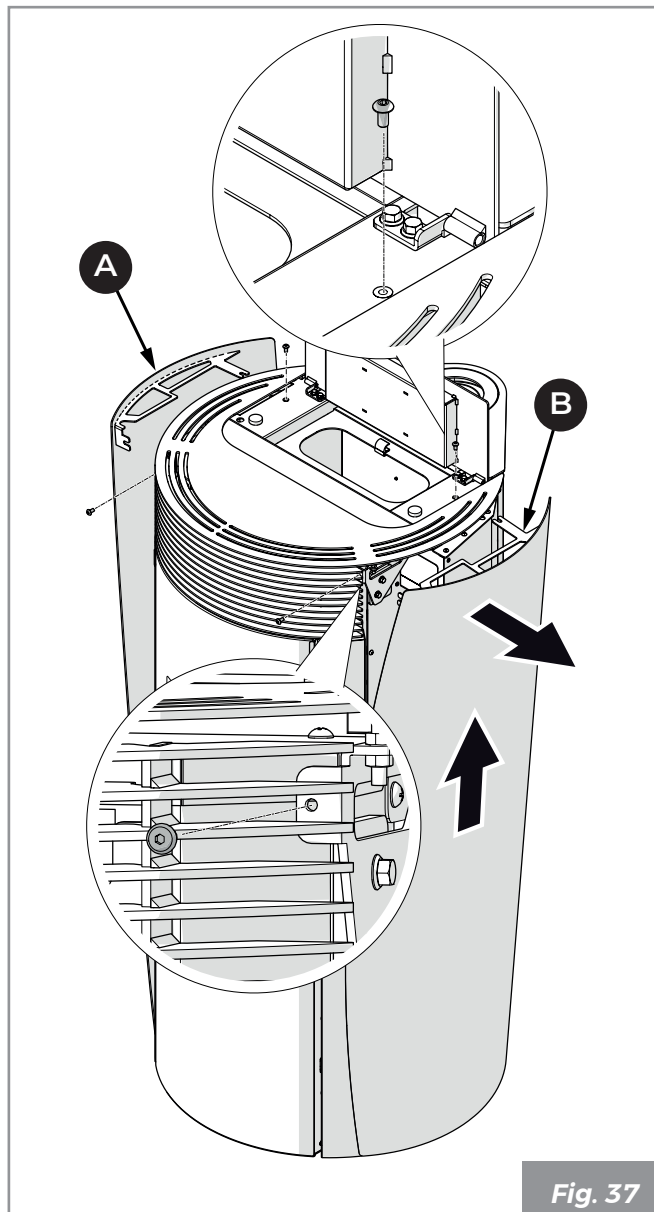

Fig. 37
- Démontez les panneaux latéraux **(A)** et **(B)** (**Fig. 37**).